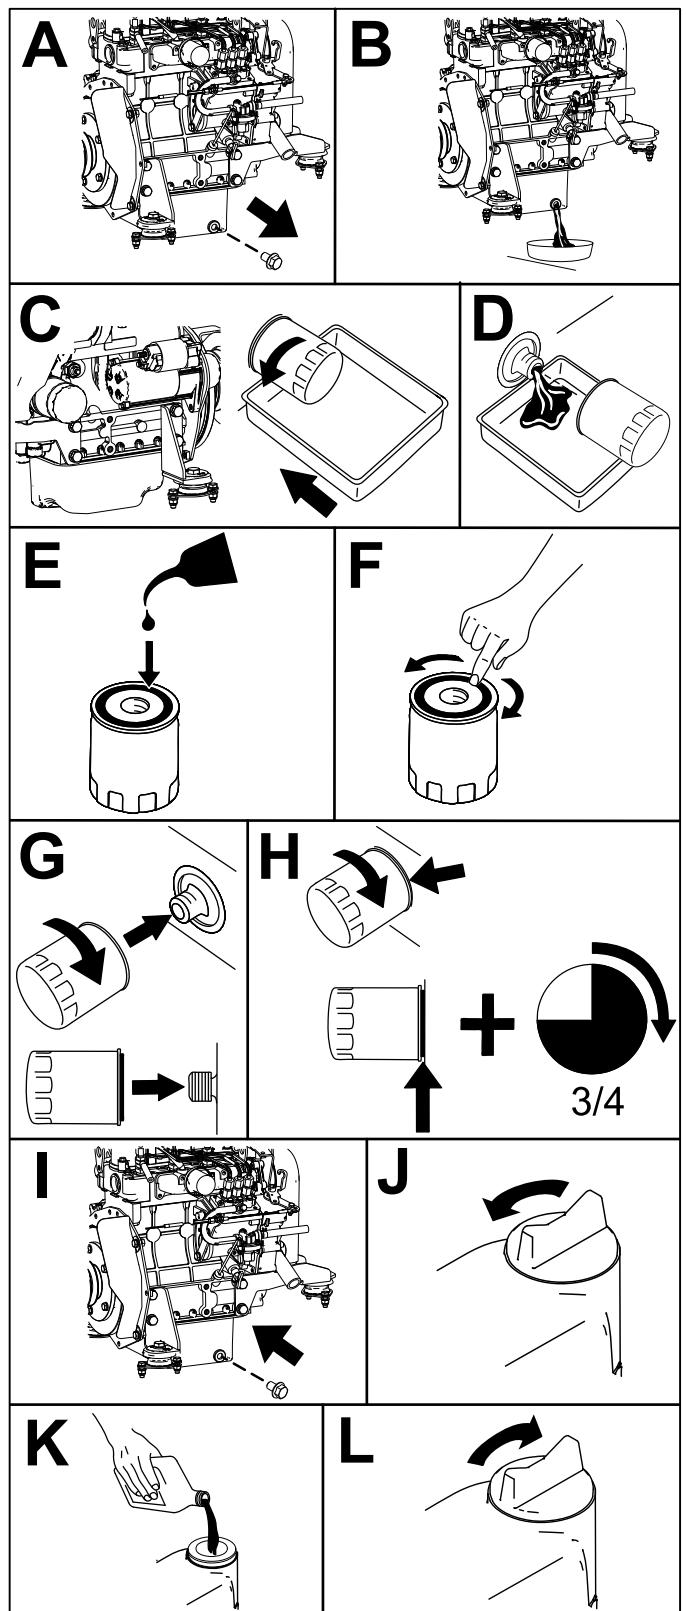

図 57
6. **図 57** のように、エンジンオイルとフィルタを交換する。